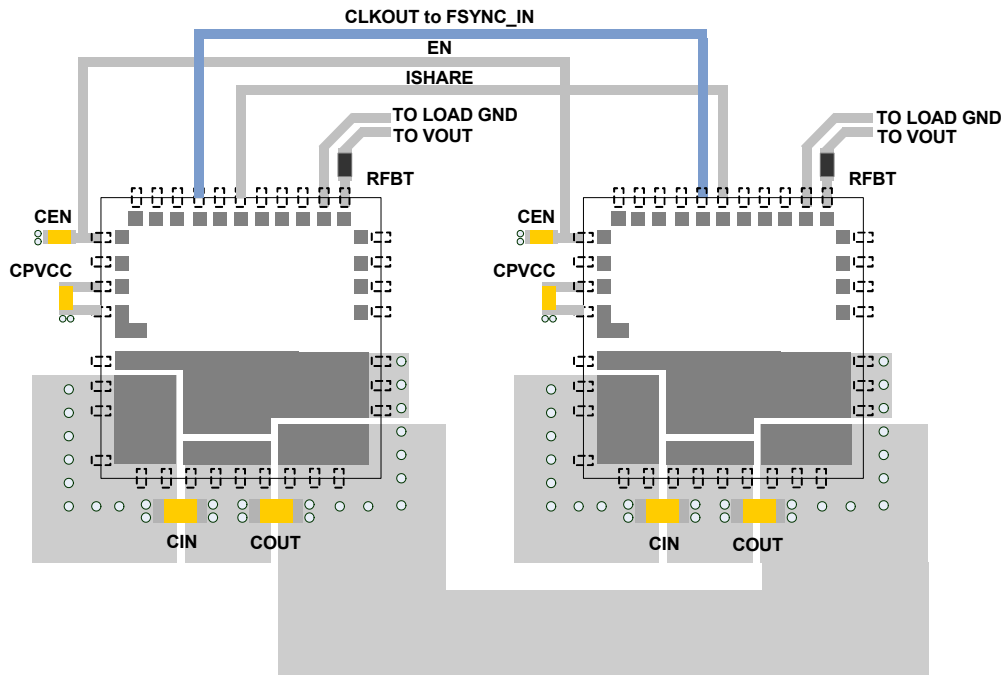

図 36. デュアルフェーズ・セットアップの推奨レイアウト
- ピン 1 ~ 11 がサーマルパッド (PD1 ~ 4) の反対を向くようにモジュールを配置してください。そのようにすれば、モジュールの下を通さずに信号バス (EN、ISHARE、CLKOUT ~ FSYNCIN) を配線できます。図 36 に示すように、外周に沿って配線してください。
- リモートセンス・トレースは互いに離して配線し、レギュレーション・ポイントでのみ接続してください。図 36 の例に示すように、VSEN\_REM- および RFBT (リモート帰還) 向けに 4 つの個別トレースが存在します。